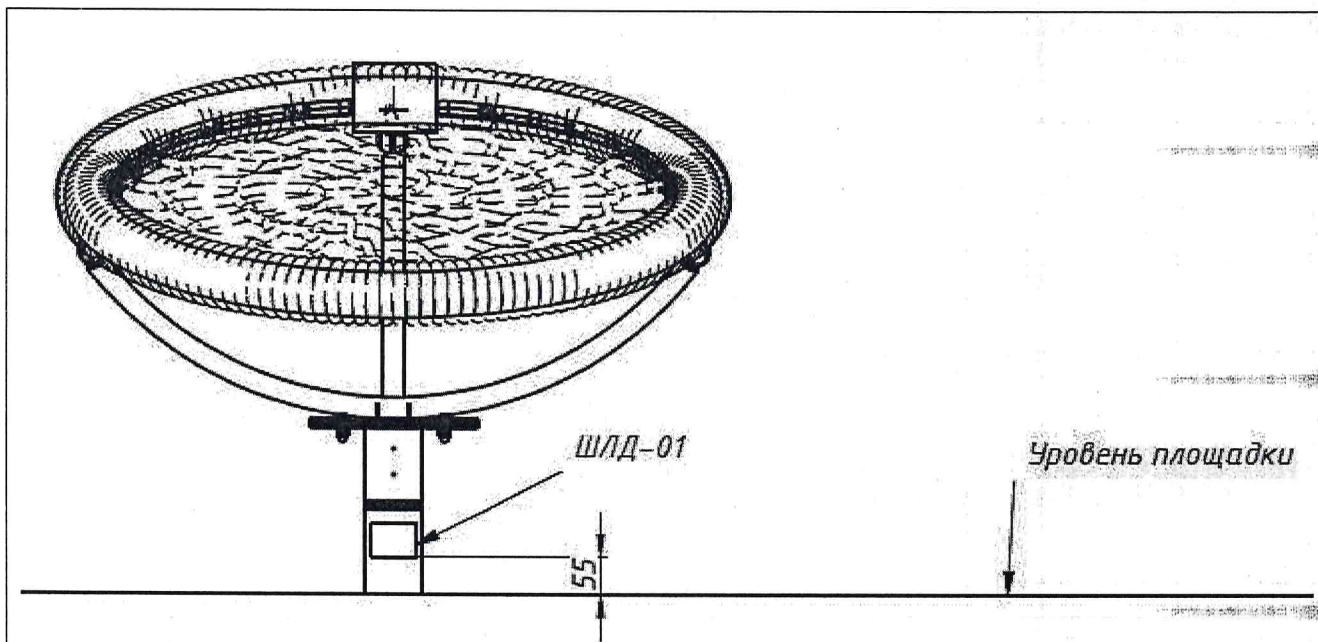
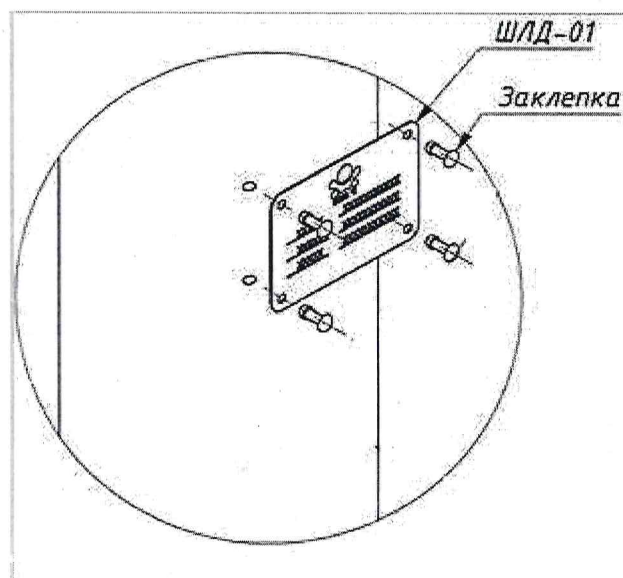

Рис. 9 Место установки шильдика
Рис. 10 Схема установки шильдика
6.18. В случае не установленного на оборудовании комплекта шильдиков ШЛК (Табл. 1) установить шильдик ШЛД-01 на стойке оборудования (Рис. 9). Порядок установки шильдика (Рис. 10):